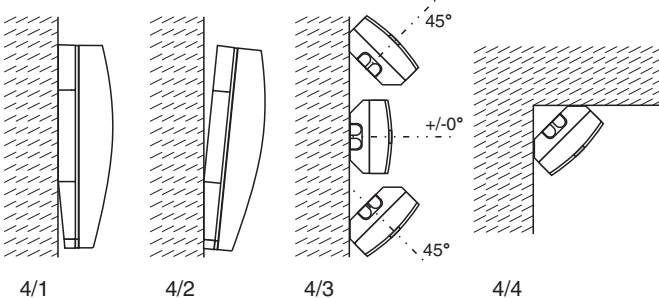
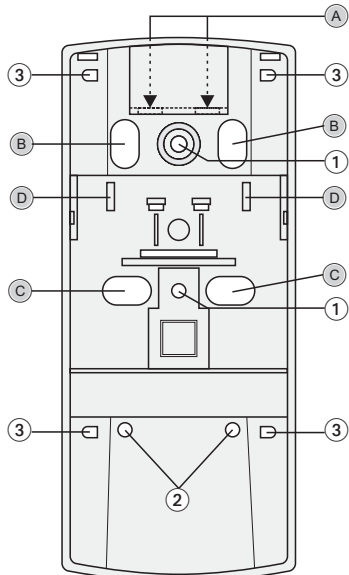

Abb. 4
Abb. 5
5.2 Montagemöglichkeiten (Abb. 4 und Abb. 5)
0° vertikal geneigt (Abb. 4/1)
Die Befestigung erfolgt mit 2 Schrauben (Abb.5-①).
Befestigung mit 2 Schrauben: im unteren Bereich durch 2 Löcher auf gleicher Höhe (Abb.5-②).
45° horizontal nach links oder rechts (Abb. 4/3)
Befestigung durch 2 seitliche Löcher übereinander (Abb.5-③).
Eckmontage (Abb. 4/4)
5.3 Kabeleinführung, Zugentlastung (siehe Abb. 5)